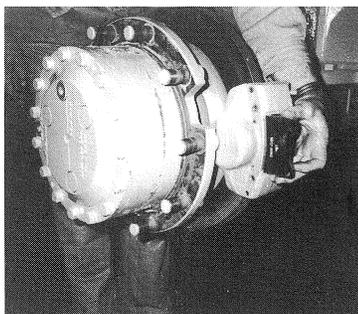

fig. 55
- (5) Retirer les plaquettes de frein latéralement (fig. 55).